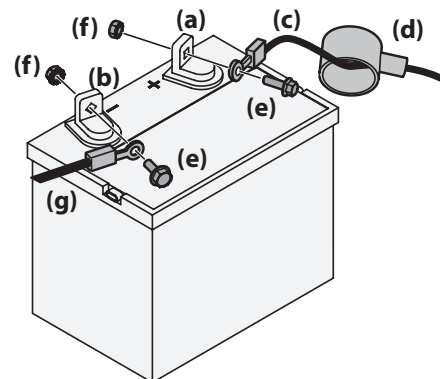

Figure 2-20
4. Branchez le câble négatif noir (g) pour le système de relevage du plateau de coupe (si équipé) et le câble négatif de la prise de 12 V (si équipé) à la borne négative (b) avec un boulon (e) et un écrou (f). Voir Figure 2-20.